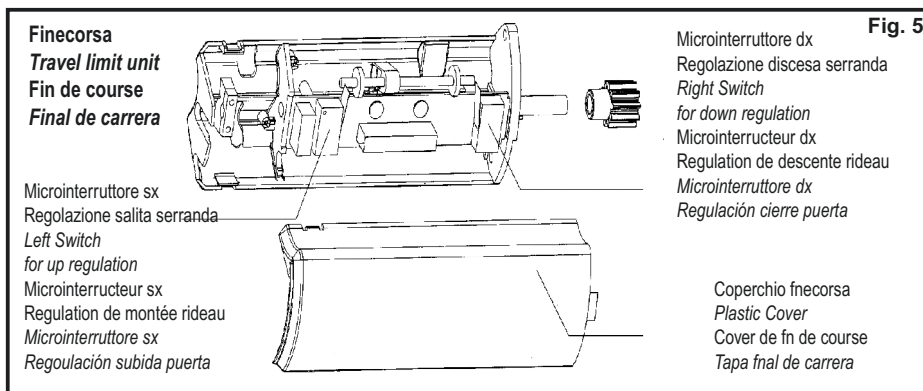

Fig. 5
- Q) Dopo avere terminato l'impianto elettrico, procedere alla regolazione del fine corsa come segue (fig. 5):
- Q) As completed the electric plant, proceed to the regulation of the limit switches as following (fig.5):
- Q) Après avoir terminé l'installation électrique, procéder à la régulation du fin de course, comme après indiqué (fig.5):
- Q) Después de haber acabado el instalación eléctrica, proceder a la regulación del final de carrera como sigue (Fig.5):